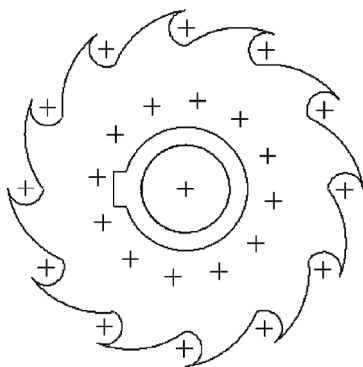

图 3-63 打开模型文件
STEP 01 单击快速访问工具栏中的“打开”按钮，打开模型文件，如图 3-63 所示。